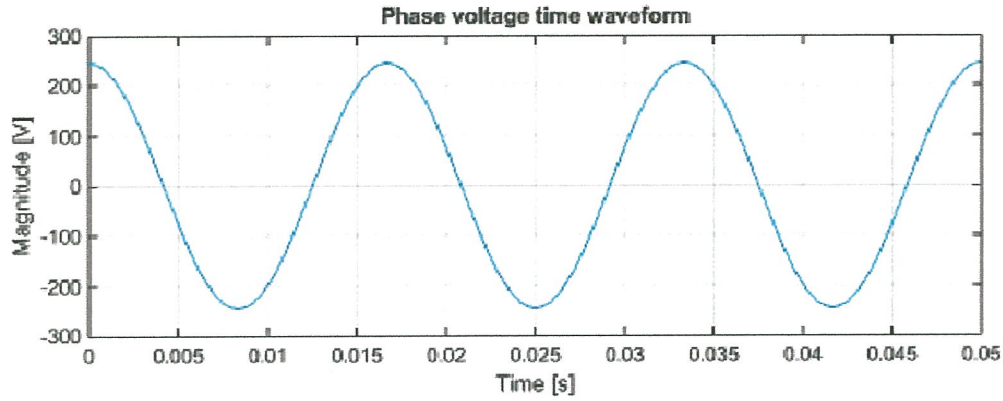

Figure Q1 (d)
- (d) By referring to time waveform in **Figure Q1(d)**, determine